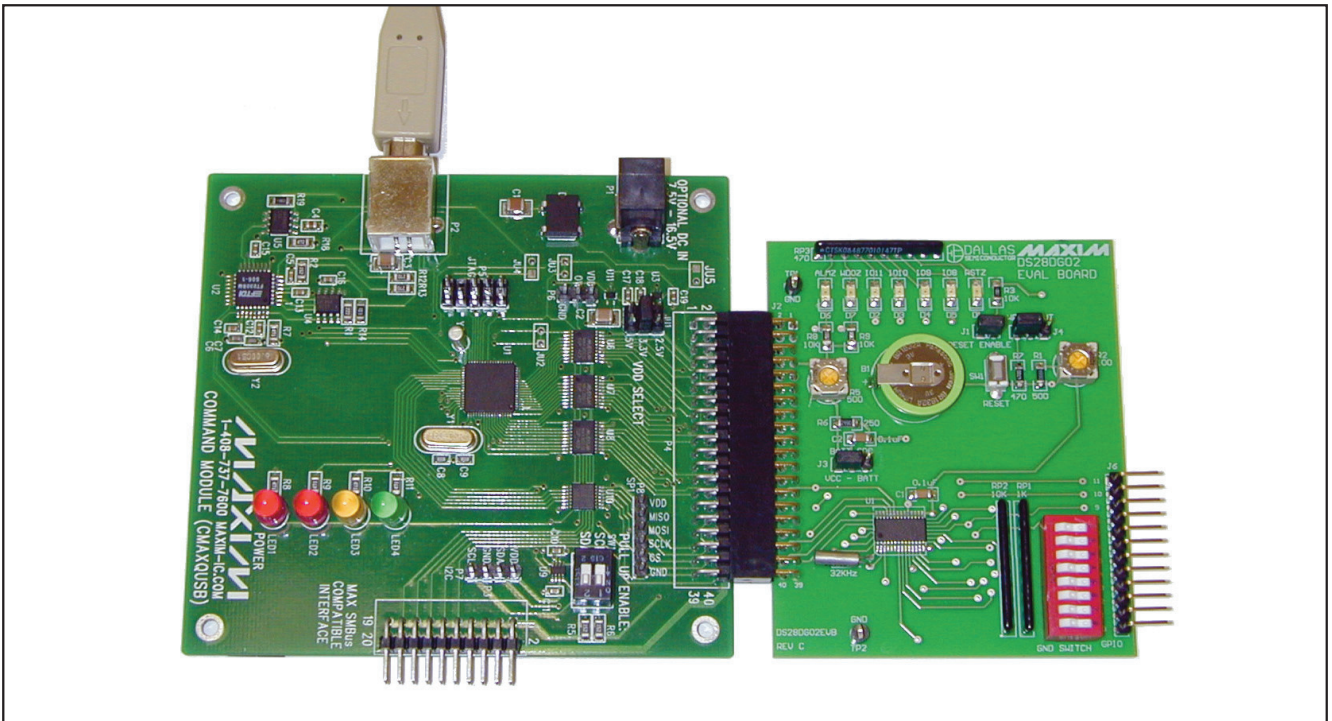

图2. DS28DG02评估板与CMAXQUSB命令模块的连接
- 使用 P4 处的 40 引脚连接器(SPI 引脚)连接评估板和 CMAXQUSB 模块。在连接评估板和 CMAXQUSB 模块时，请参考图 2 以确保评估板方向正确(装有元件的一面朝上)。